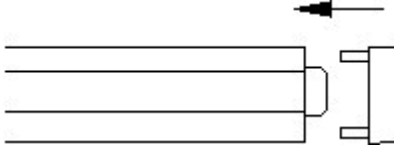

Abb. 16: Anbringung der Abdeckkappen
- » Nach erfolgreicher Montage der Zugbänder Abdeckkappe auf der Schiene anbringen. (Abb. 16)